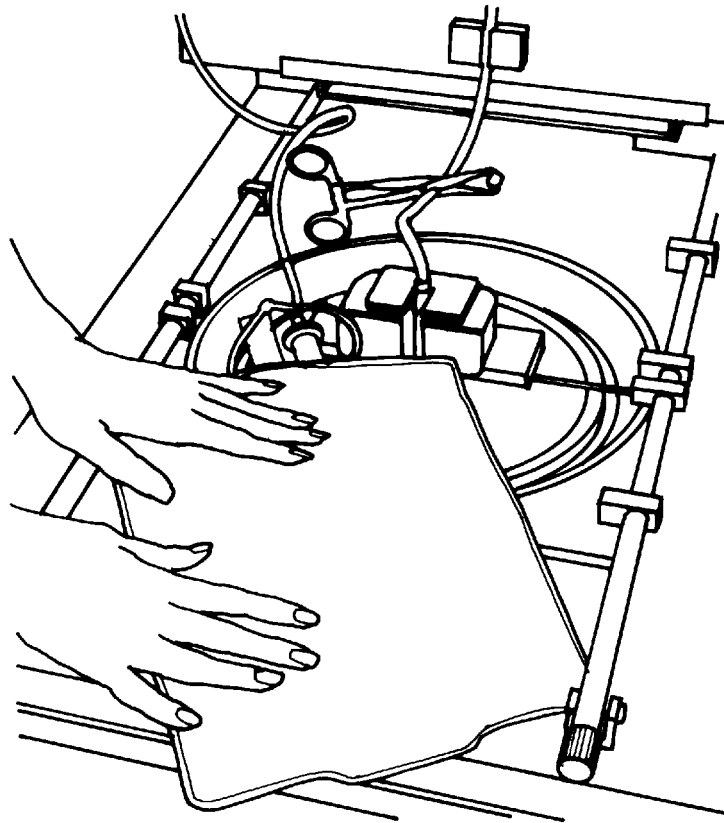

Figure 6-18: Agitating the cell product bag
- d Ấn phím BLOOD IN. Van V1 mở, để dịch xử lý/rửa chảy vào túi sản phẩm tế bào, Khuấy túi sản phẩm tế bào để đảm bảo trộn đều (Figure 6-18 on page 6-20).